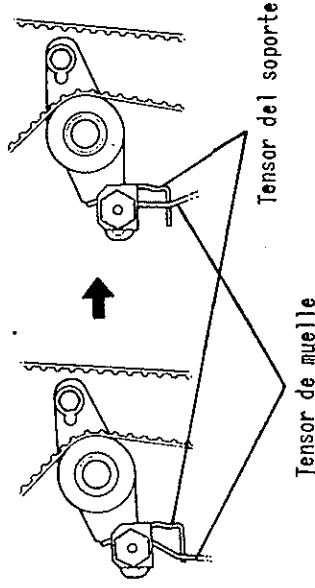

Fig. 3-140
- 6) Después de colocar la correa, enganche el muelle en la ménsula tal como se observa en la Fig. 3-140, de modo que aquella quede tensada según, el límite especificado, mediante la fuerza del muelle tensor.